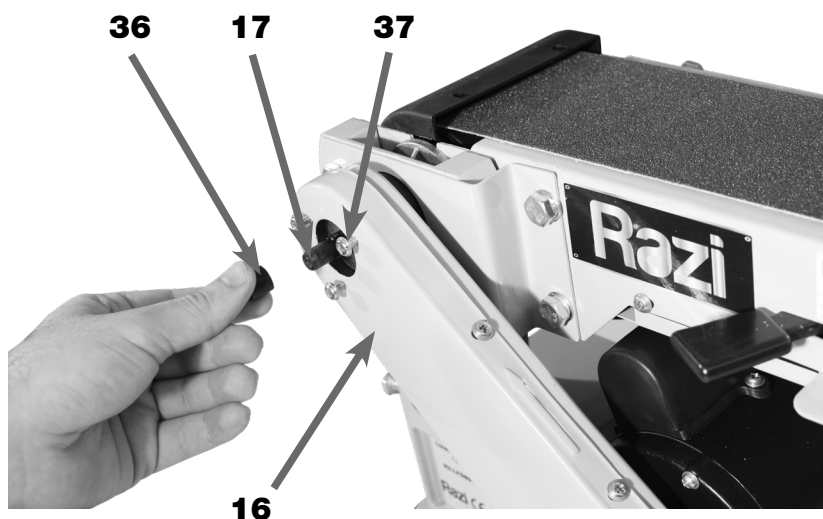

Figura 14 - Eixo do Rolo Motor
1. DESCONECTAR o Plugue de Alimentação (25) da Rede Elétrica do usuário;
2. REMOVER a Proteção Plástica (36) da ponta do Eixo do Rolo Motor (17) (figura 14);
3. SOLTAR e REMOVER os 3 Parafusos de Fixação (37) da Caixa de Proteção (16) (figura 14);